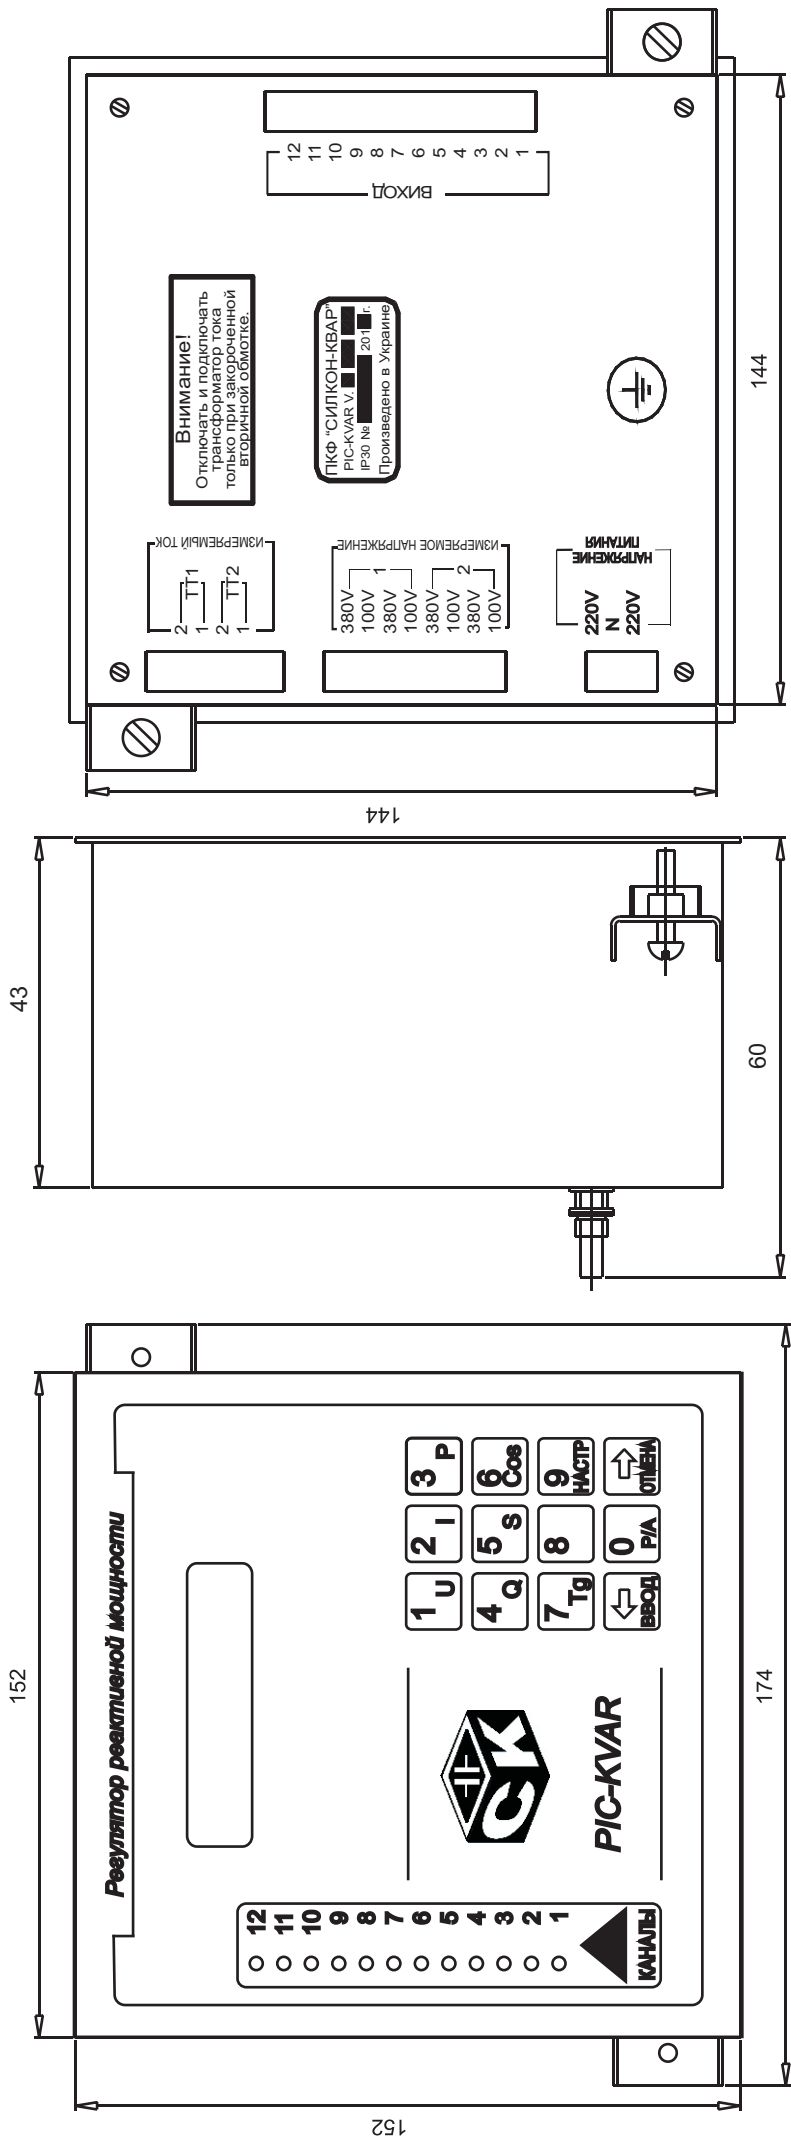

Рис. 2
2.7.1. Подготовить место для установки регулятора, исходя из габаритных и присоединительных размеров PIC-KVAR, приведенных на рис. 2. и рис. 3. Монтаж PIC-KVAR должен производиться на заземленной вертикальной металлической поверхности (например, на дверце шкафа конденсаторной установки).